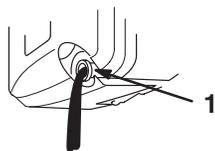

Figure 27
- Basculez la tondeuse sur le côté **gauche** pour permettre à l'huile de s'écouler dans le bac de vidange (Fig. 27).